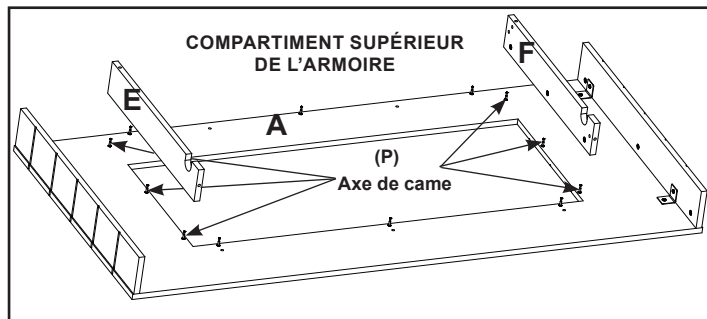

Figure 11
- Alignez les pièces « E » et « F » sur les trois (3) axes de came (P) installés de chaque côté de la pièce « A ». Voir la figure 11.